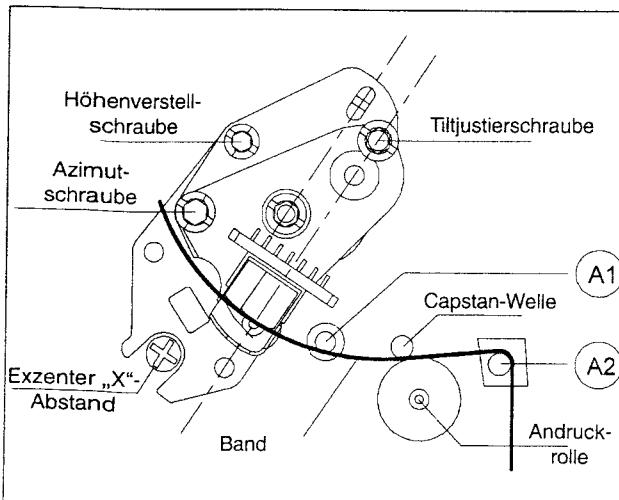

Abb. M13
- Exzenterorschraube drehen, bis der maximale Wert des TRIV-Signals erreicht ist (DC-Kopplung; siehe Abb. M13).